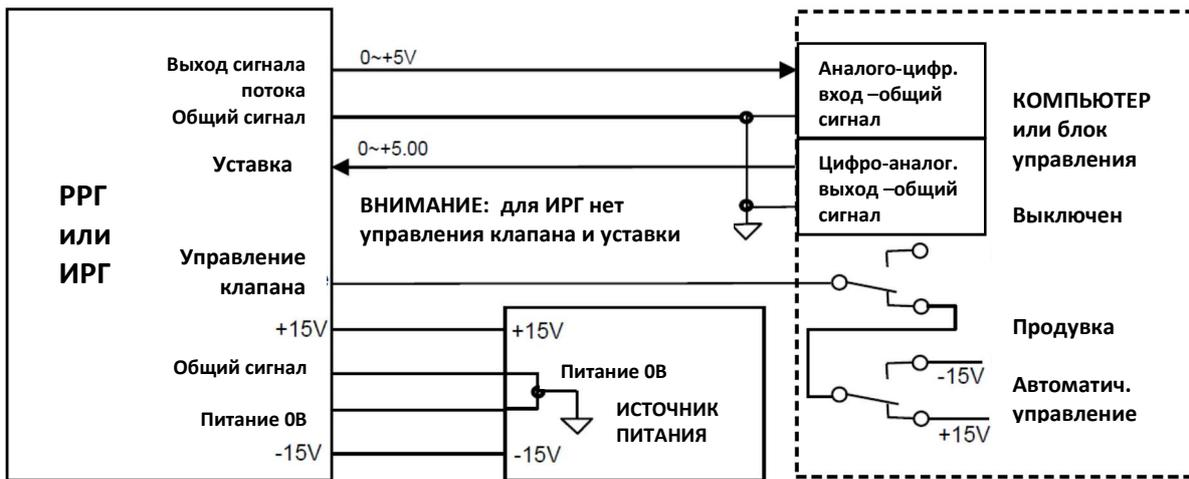

Рисунок 7. Подключение РРГ к компьютеру напрямую
**В. Подключение к компьютеру напрямую (рис. 7)**
подключаются вместе к общему порту источника питания  $\pm 15$  В. Если необходимо, чтобы компьютер управлял функциями управления, выключения и продувки необходимо выполнить подключение как показано на рис. 7.